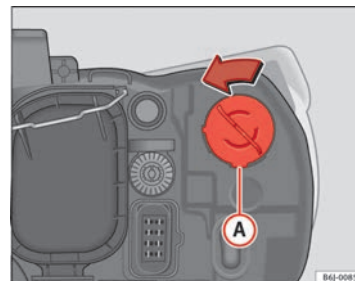

Fig. 141 Feu clignotant
- Tournez la douille d'ampoule ⇒ fig. 141 **A** vers la gauche puis tirez.